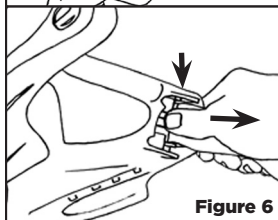

Figure 6
- 7 Poussez les clips de rétention vers le masque en tirant le clip simultanément vers vous. Cela assurera le bon placement de la tête dans son logement. [voir figure 6]